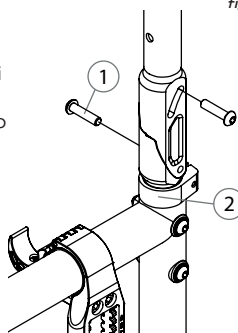

fig. 9
- Allentate la vite (1) (Fig. 9) e rimuovete la vite (2) dal dispositivo di livellamento.
- Installate di nuovo la vite (2) e stringete entrambe le viti per adattarle strettamente.